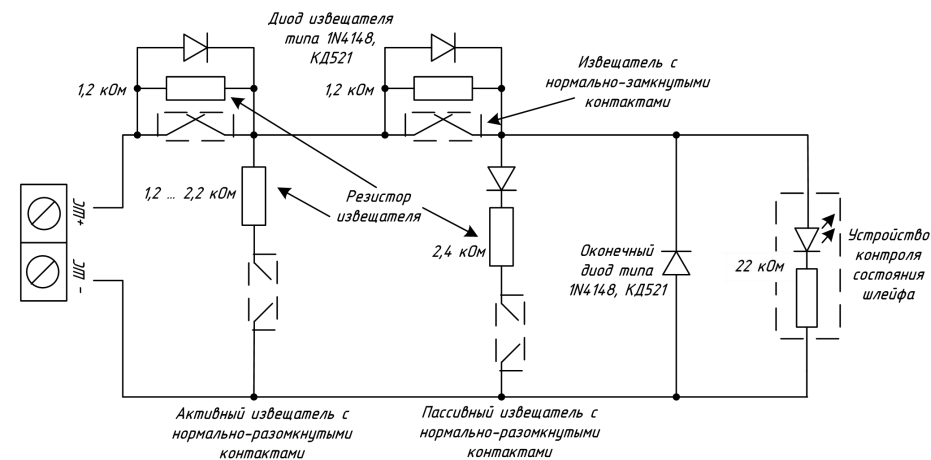

Рис.1 - Схема включения извещателей в шлейф
1. К неиспользуемым шлейфам пожарной сигнализации должны быть подключены диоды 1N4148 (КД521, КД522, полярность подключения диода см. рис.1).